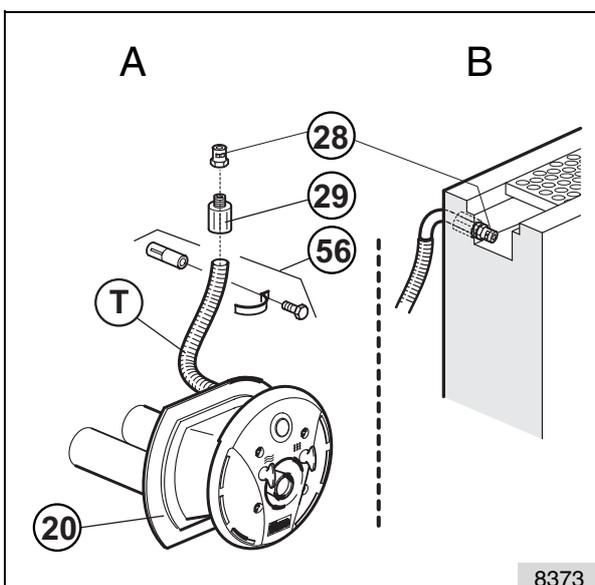

fig.23
Fixer le côté de la valve à air (28) sur le mur du bassin au moyen du lot de fixation (56) ou similaire. En cas de goulotte de trop-plein au niveau du sol, positionner la valve à air (28) dans la goulotte, voir Abb. 23, Détail B.